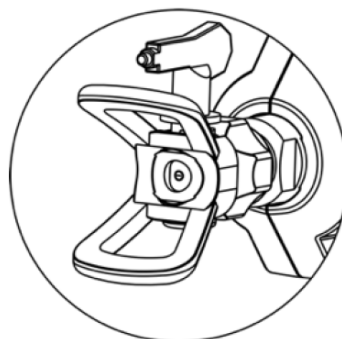

Рис. 33
8. Поверните сопло в положение распыления (рис. 33), направьте краскопульт в ёмкость для слива отработанной жидкости, нажмите на выключатель и распыляйте до тех пор, пока распыляемый раствор не станет чистым, без примеси краски.
Сопло находится в неправильном положении.	Установите сопло в положение «распыление» (рис. 33).